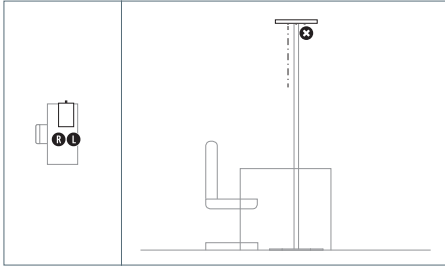

Fig. 8: Sensoren für Arbeitsplatzbelegung ausrichten: 1 Arbeitsplatz.
2. Deaktivieren Sie mit der LIGHT ADMIN App den Sensor, der weiter von der Schreibtischvorderkante entfernt ist, siehe Fig. 8.